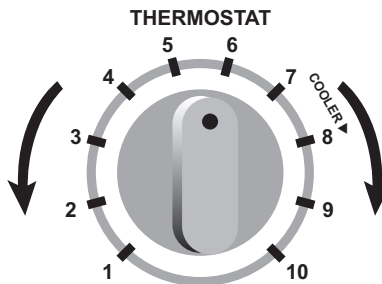

Рис. 3.4
3.2.2 Ручкой термостата устанавливается заданная температура в помещении (рис. 3.4).